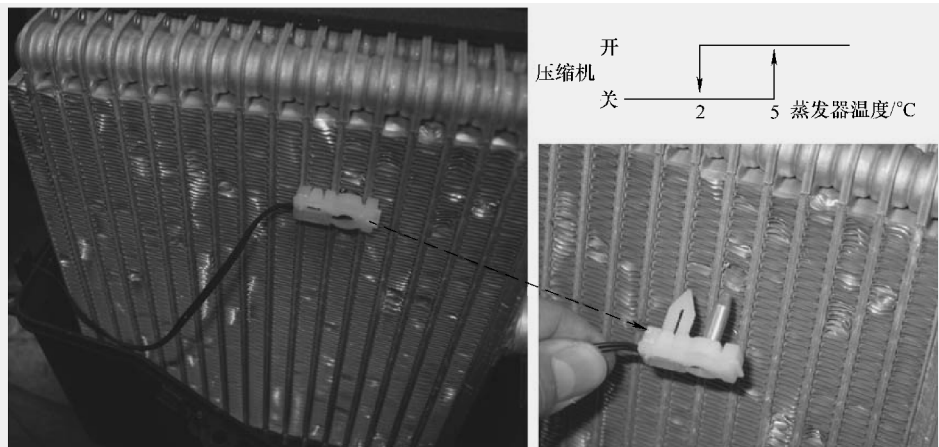

图 10-1 蒸发器温度传感器
(1) 蒸发器温度传感器 如图 10-1 所示，蒸发器温度传感器位于空调单元中蒸发器芯体的出口侧，传感器探头安装在蒸发器箱体上，导线穿过箱体。它的塑料部分成锯齿状，可牢固安装在翅片上。